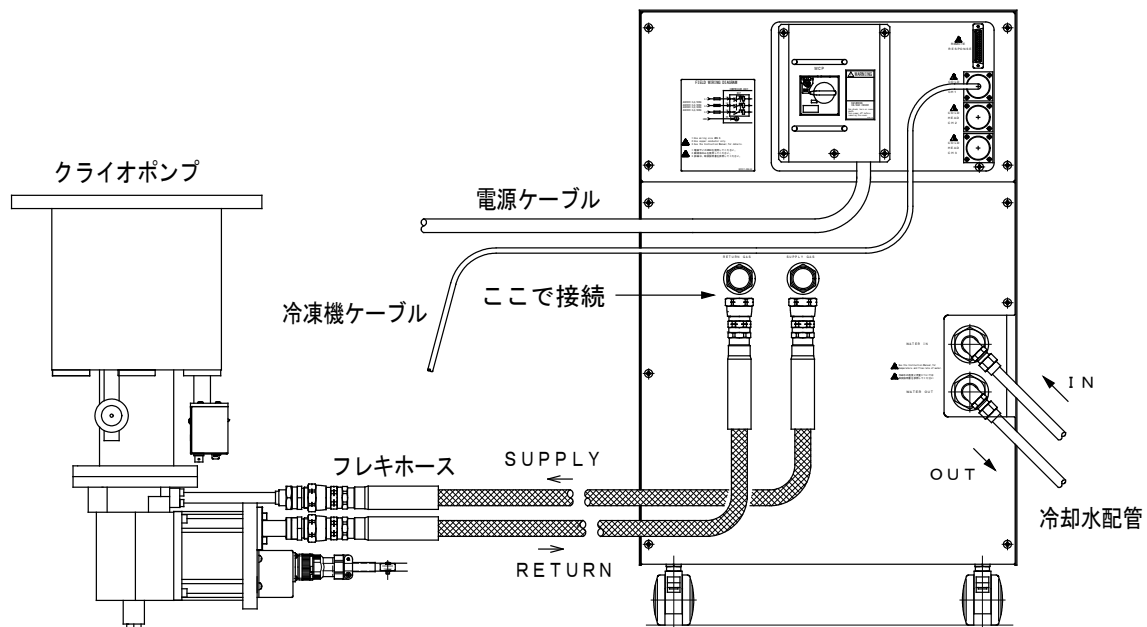

図 8-6 フレキホースの接続
11. SUPPLY、RETURNのフレキホースを再びコンプレッサユニットに接続してください(図8-6)。接続前にセルフシールカップリングの平ゴムガスケットが外れたり、ねじれたりしていないことを必ず確認してください。